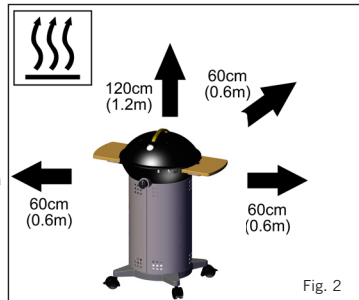

Fig. 2
- Sørg for at apparatet anvendes på behørig afstand af brandbare materialer. Minimumsafstanden er: Ovenover apparatet 1,2 m På bagsiden og siderne 600 mm (Se fig. 2).